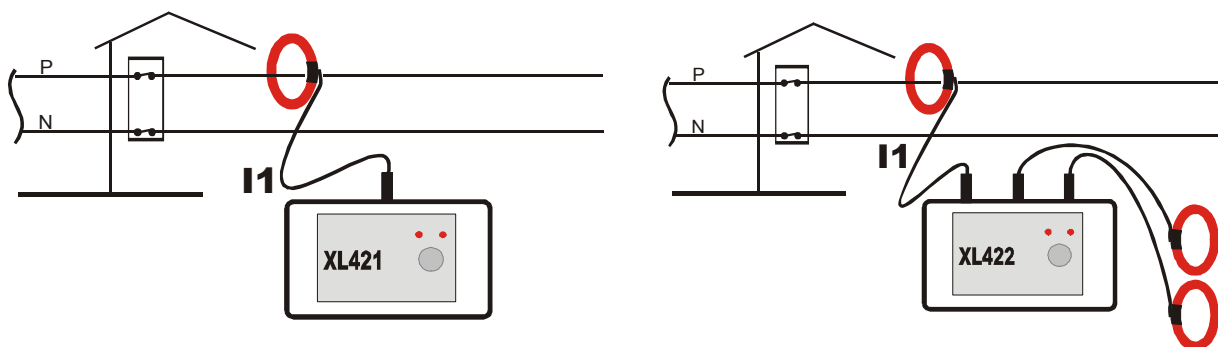

Abb. 1: I Anschluss in einer 1-PHASEN ANLAGE
2. Öffnen Sie die flexible Stromschleife durch das Drücken auf die vorgesehenen Stellen (siehe Abb. 1).